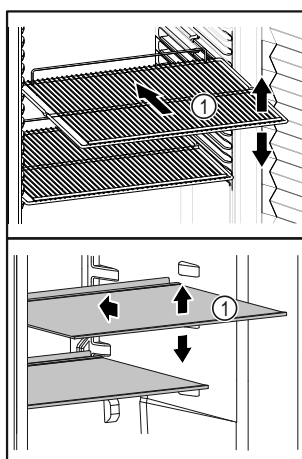

Fig. 66 Représentation à titre d'exemple
- ❑ Si les surfaces de rangement Fig. 66 (1) sont mobiles, les régler en hauteur.